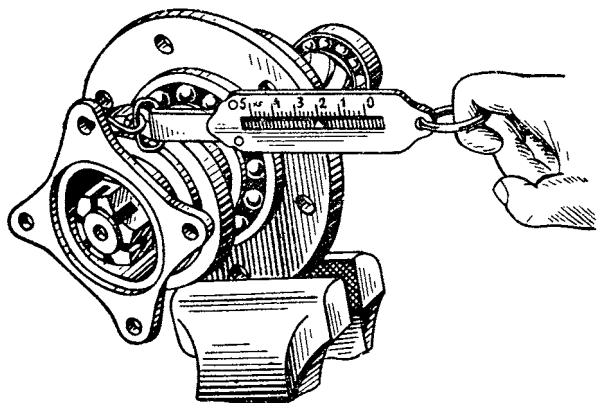

Рис. 32. Проверка затяжки подшипников ведущей шестерни
13. Проверить, как показано на рис. 32, регулировку затяжки конических роликоподшипников 35 и 38 (рис. 30) ведущей шестерни и при необходимости отрегулировать затяжку (см. технические условия, п. в).